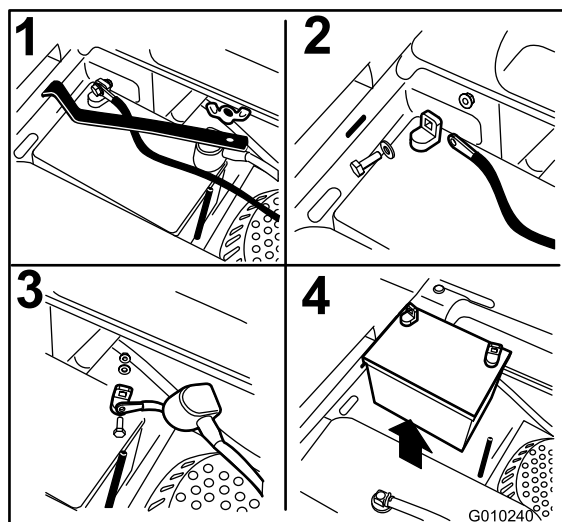

Figure 46
3. Retirez l'écrou à oreilles qui fixe la barrette de maintien de la batterie (Figure 46).
4. Déposez la barrette (Figure 46).
5. Commencez par débrancher le câble négatif (noir) de la borne négative (-) (noire) de la batterie (Figure 46).
6. Enlevez le capuchon rouge de la borne positive (rouge) de la batterie et débranchez le câble positif (+)(rouge) (Figure 46).
1. Placez la batterie dans son support en tournant les bornes à l'opposé du réservoir de carburant (Figure 46).
4. Fixez les câbles avec 2 boulons, 2 rondelles et 2 contre-écrous (Figure 46).
6. Reposez la barrette et fixez-la avec l'écrou à oreilles (Figure 46).